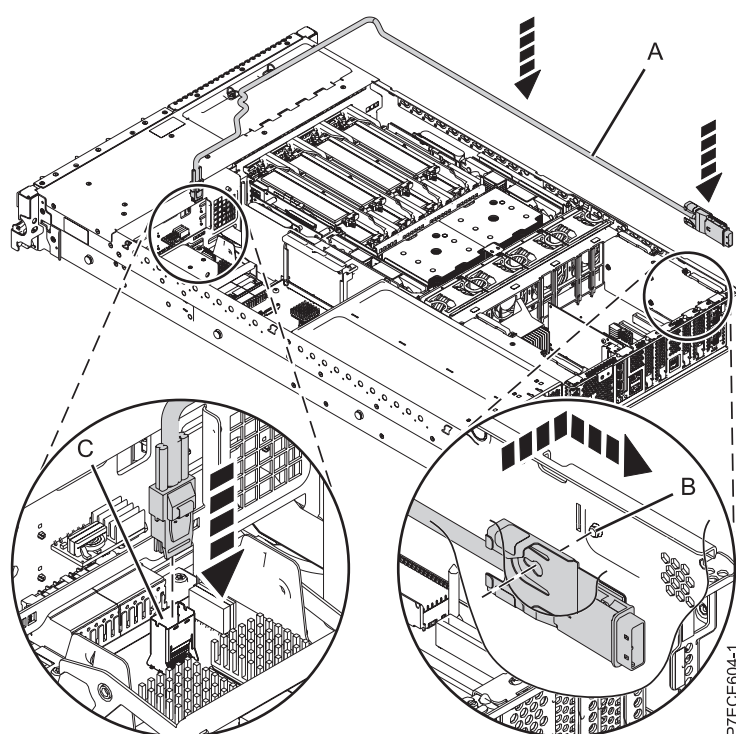

Figure 28. Installation du câble SAS
10. Branchez le connecteur mini-SAS du câble SAS au port de connexion SAS interne (C) sur l'interposeur de stockage et appuyez jusqu'à ce qu'il s'enclenche. Pour plus d'informations, voir figure 28.
11. Faites passer le câble (A) devant le boîtier d'extension de mémoire, dans la gouttière le long de la paroi latérale jusqu'à ce que le connecteur de port SAS se trouve à proximité de l'ouverture situées à l'arrière du châssis.
12. Alignez l'encoche du support du connecteur de port SAS (B) sur la broche de guidage à l'intérieur du boîtier. Puis, glissez le connecteur de port SAS dans l'ouverture à l'arrière du châssis jusqu'à ce que le taquet du support s'enclenche.